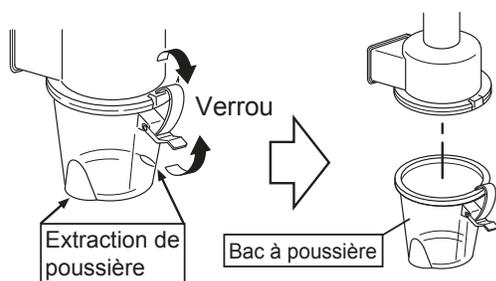

Figure 26. Déverrouillage du bac à poussière
- Déverrouillez et démontez le bac à poussière (Figure 26).